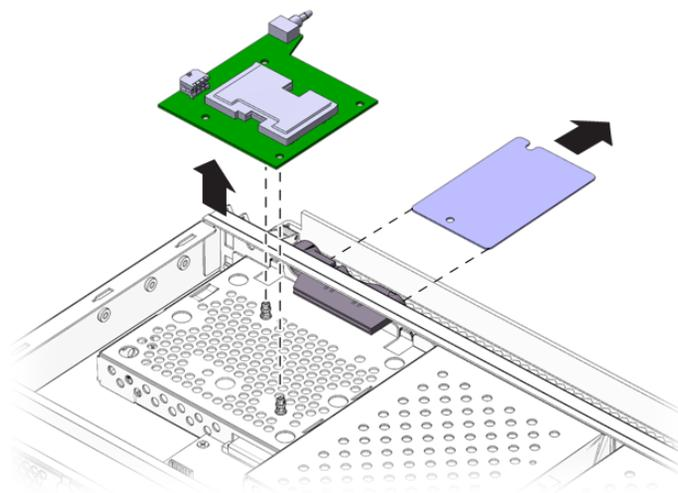

FIGURE 1-9 Retrait du lecteur de cartes de configuration système
Mettez cette carte de côté (FIGURE 1-9).
6. Détachez le lecteur de cartes de configuration système (FIGURE 1-9).